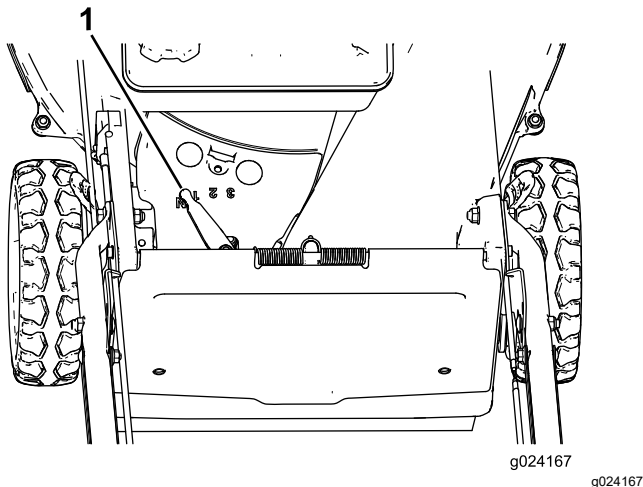

Figura 17
La máquina tiene 3 velocidades de avance: 1 (lenta), 2 (media), y 3 (rápida); también tiene una posición de Punto muerto (N). La palanca de autopropulsión está situada debajo y detrás del depósito de combustible (Figura 17).